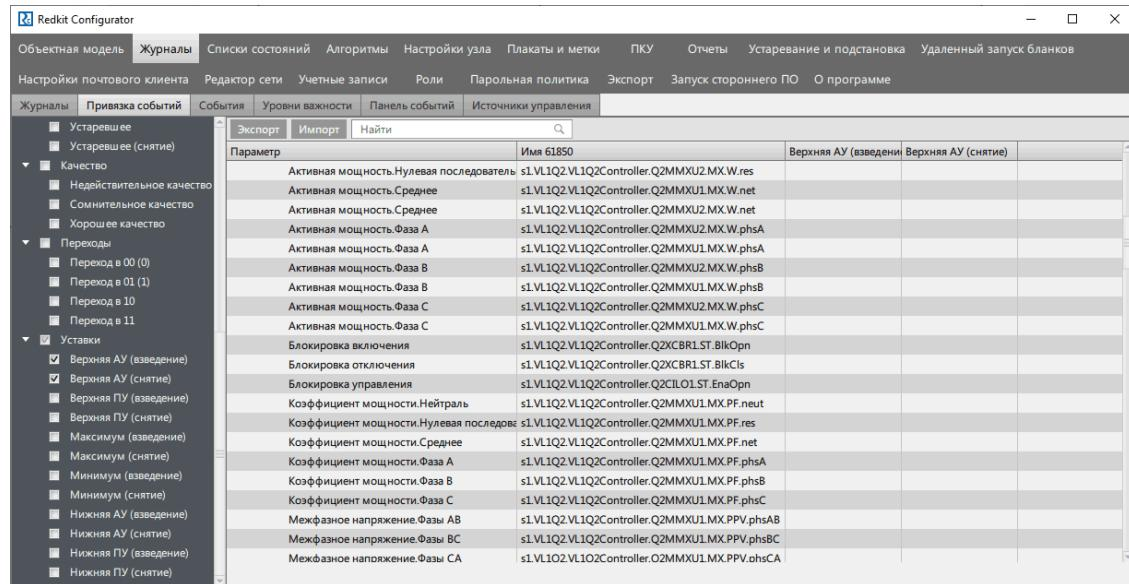

Рисунок 94 - Экспорт/Импорт привязок событий
1. Нажмите **Экспорт** (Рисунок 94).
1. Нажмите **Импорт** (Рисунок 94).